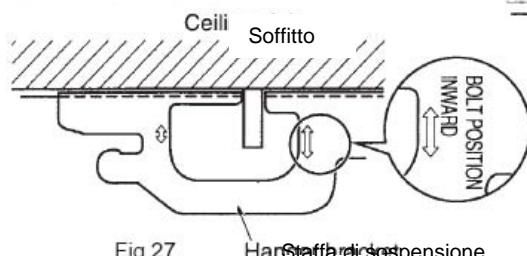

Fig.27
- Assicurare che l'estensione della vite di sospensione dal soffitto resti all'interno dell'area segnata con le frecce. Risistemare la staffa di sospensione se si trova al di fuori dell'area segnata con le frecce (fare riferimento alla Fig. 27).